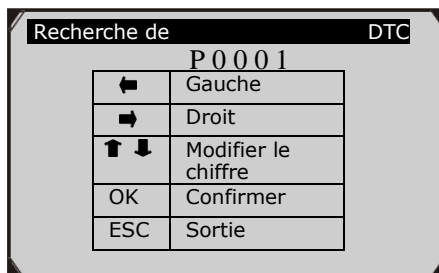

Figure 3.2
- 2) Dans l'écran **Recherche DTC**, utilisez les boutons **GAUCHE/DROITE** pour vous déplacer sur le caractère souhaité, utilisez les boutons **HAUT/BAS** pour modifier le chiffre/caractère sélectionné et appuyez sur le bouton **OK** pour confirmer. (Figure 3.2)